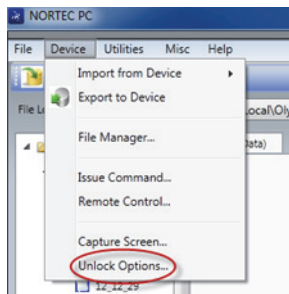

Figura 6-26 Comando desbloquear opções
2. No menu **Device** do NORTEC PC, selecione **Unlock Options** (veja Figura 6-26 na página 334).